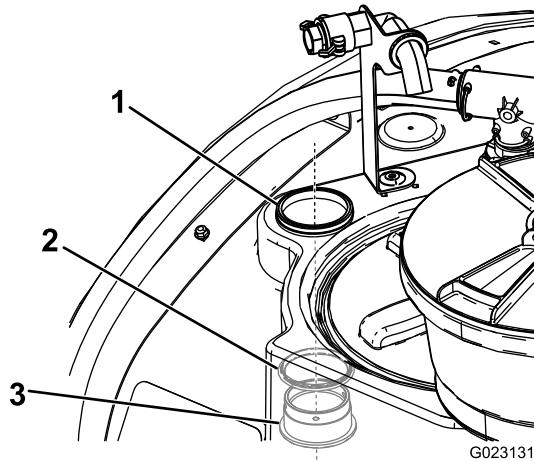

Рисунок 16
- Установите переходной штуцер и уплотнительное кольцо вверх изнутри бака через ранее просверленное отверстие (Рисунок 16).